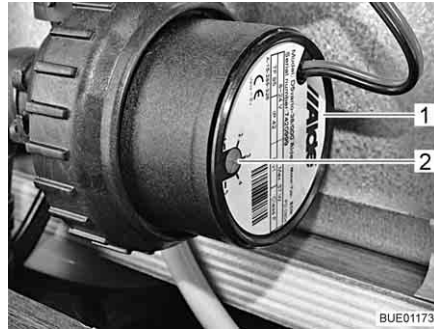

Bild 189 Drehzahlreduzierung
Mit dem Drehregler (Bild 189,2) kann die Drehzahl der Umwälzpumpe eingestellt werden. Bei reduzierter Drehzahl verringern sich die Laufgeräusche der Pumpe.
Der Drehregler befindet sich an der Umwälzpumpe (Bild 189,1).
- Den Drehregler (Bild 189,2) gegen den Uhrzeigersinn drehen. Die Leistung ist verringert.